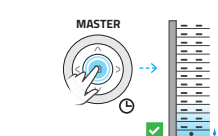

Abb. 6.5
- Drücken Sie bitte zweimal im Abstand von 1 Sekunde die **STOP** Taste auf dem Master Handsender – der **Senso-Rohrmotor** wird die Einstellung des unteren Endpunktes mit einer Mikrobewegung des Panzers nach unten und dann nach oben bestätigen. Die **UNTERE** Position wurde eingestellt - Abb. 6.5.